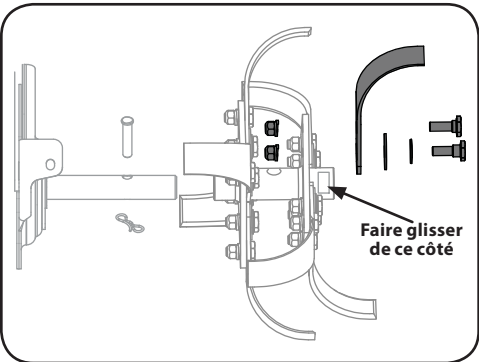

Figure 5-8
- 1. Enlevez la quincaillerie qui se trouve sur les premières dents au haut. Elle inclut : une vis à épaulement située sur le côté extérieur, un écrou autobloquant ainsi qu'une rondelle de blocage située sur le côté intérieur. Voir Figure 5-8.
- 2. Enlevez la quincaillerie qui se trouve sur les dents au bas. Elle inclut : une rondelle Belleville, une rondelle plate un peu plus grande qui se trouve sur le côté extérieur du motoculteur ainsi qu'une rondelle de blocage située sur le côté intérieur. Voir Figure 5-8.